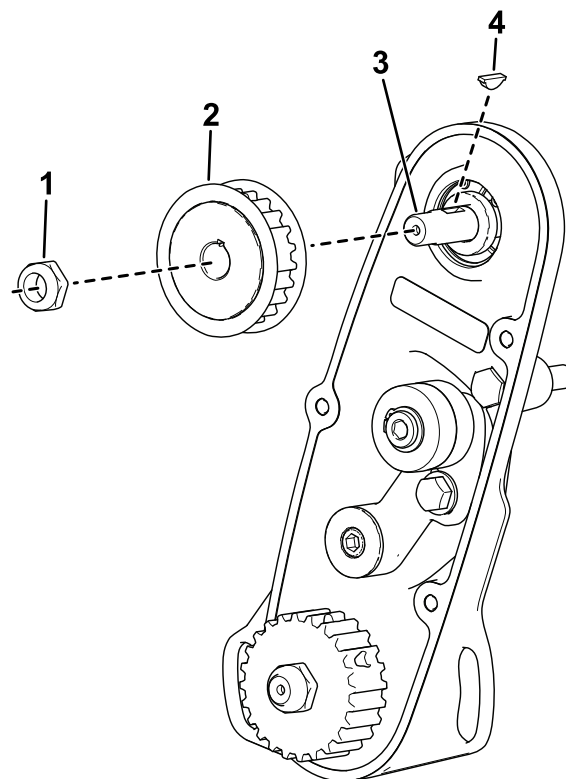

图 6
2. 将钥匙安装到驱动轴键槽中图 6。
3. 安装皮带轮图 6。
4. 使用螺母将新滚刀驱动轴固定到组件上图 6。